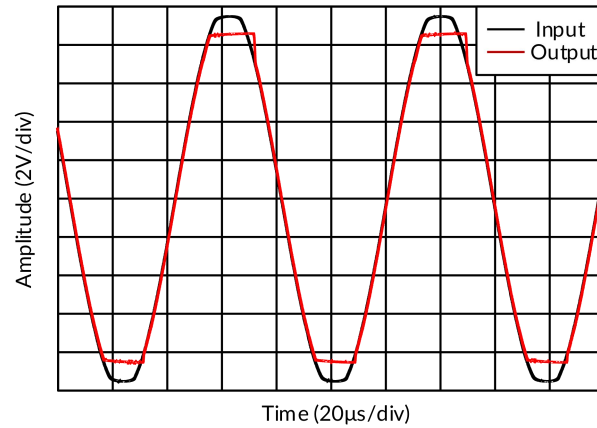

图 34. 无相位反转
**TLX8467** 和 **TLX8468** 系列具有内部反相保护功能。当输入被驱动至超过其线性共模范围时，很多运算放大器都会出现相位反转。这种情况在同相电路中最常见，当输入被驱动至超过指定的共模电压范围时，导致输出反向到相对的电源轨上。**TLX8467** 和 **TLX8468** 是一款轨到轨输入运算放大器；因此，共模范围可扩展至电源轨。电源轨之外的输入信号不会导致相位反转；相反，输出限制在适当的电源轨中。图 34 中展示了这个特性。